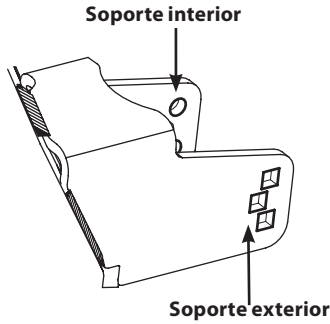

Figura 16
**NOTA:** En las ruedas de calibración de la plataforma del lado izquierdo y lado derecho, el tornillo con reborde debe instalarse desde el exterior del tractor hacia adentro, por el orificio cuadrado que está sobre el soporte. En las ruedas de calibración centrales de la plataforma (si se incluyen), el lado del tornillo con reborde del montaje puede instalarse desde cualquier dirección. Consulte la Figura 16.